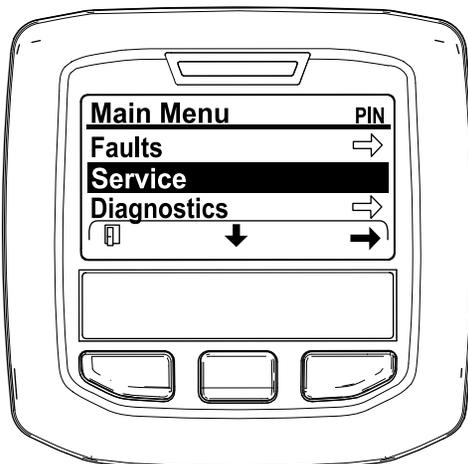

Figura 33
- Vá até ao MENU PRINCIPAL, prima o botão central para ir até ao MENU DE MANUTENÇÃO e prima o botão direito para selecionar a opção de MANUTENÇÃO (Figura 33).